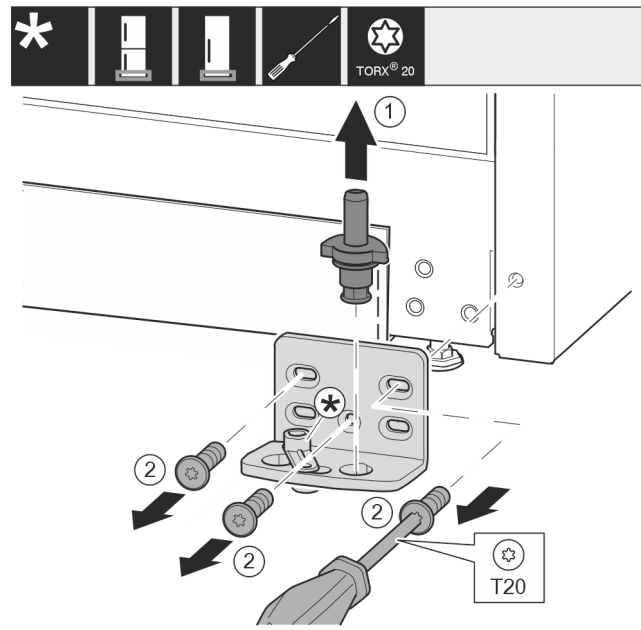

Fig. 12
- ▶ Lagerbout Fig. 12 (1) volledig naar boven toe wegtrekken.
- ▶ Schroeven Fig. 12 (2) met schroevendraaier er uit draaien en het lagerbok wegnemen.